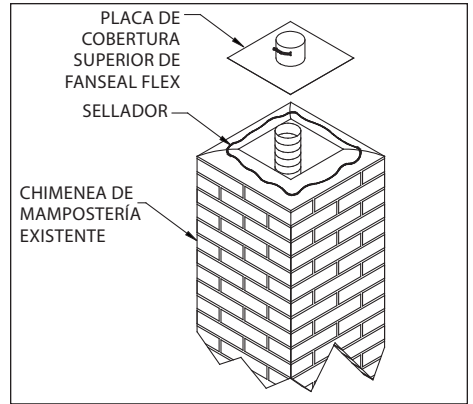

Figura 16
1. Deslice la placa superior sobre el recubrimiento flexible y selle la placa superior a la chimenea de mampostería usando una gota de sellador sin endurecimiento alrededor de la parte superior de la chimenea y debajo de la placa superior (**Figura 16**).